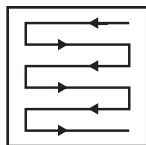

Rys. 18
Puścić dźwignie uruchamiania (3), aby wyłączyć silnik i zatrzymać ostrze tnące (22) (rys. 18).